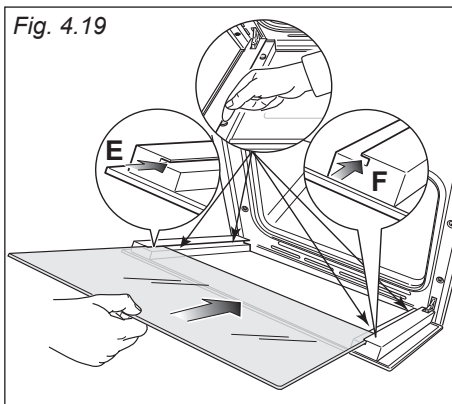
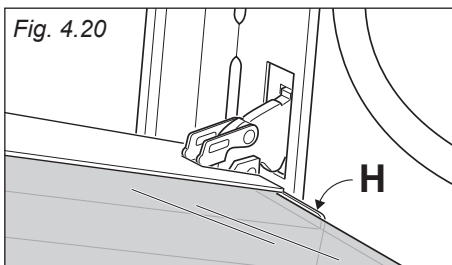

Fig. 4.19
Fig. 4.20
IMPORTANTE: È consigliabile, durante la rimozione del vetro, tenere premuti in posizione i 4 distanziatori "D", mediante un dito, al fine di evitare la rottura o lo sfilamento dei distanziatori stessi (fig. 4.19).
IMPORTANTE: È consigliabile, durante l'inserimento del vetro, tenere premuti in posizione i 4 distanziatori "D", mediante un dito, al fine di evitare la rottura o lo sfilamento dei distanziatori stessi (fig. 4.19).
- Inserire il vetro nelle guide "E" ed "F" (fig. 4.19) e farlo scorrere dolcemente fino ai fermi "H" (fig. 4.20).